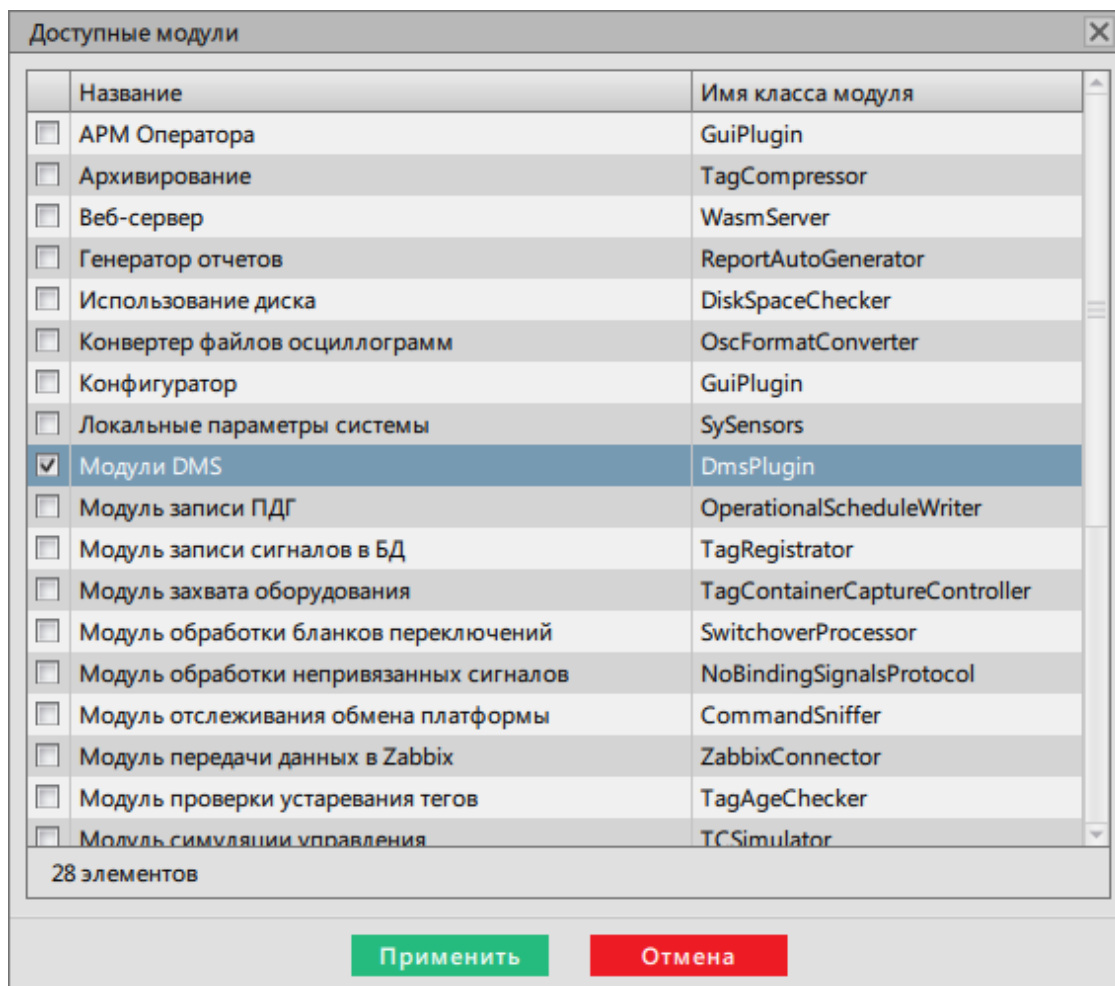

Рисунок 422 - Модули DMS
1. На вкладке Настройки узла в узел сбора и обработки данных (*Redkit_Master* и *Redkit_Slave* – для конфигурации с резервированием, *Redkit_System_Service* – для односерверного режима) добавьте Модули DMS (Рисунок 422).